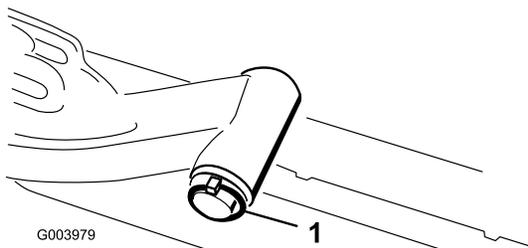

Figura 9
- A. Retire o pino de sujeição e a anilha que prende o veio da articulação do braço de elevação ao braço de elevação e faça deslizar o veio de articulação do braço de elevação para fora do braço de elevação (Figura 9).
- C. Insira o veio do braço de elevação no braço de elevação e prenda-o com a anilha e o pino de sujeição (Figura 9).